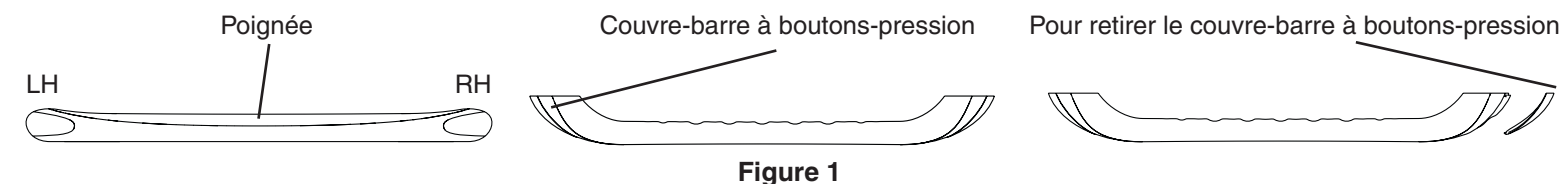

Figure 1
2. Déterminez l'endroit où vous voulez installer la barre d'appui. **Remarque: La poignée molle doit toujours faire face à la paume de la main (voir Figure 1).**
3. Retirez le couvre-barre à boutons-pression de la barre en tirant droit du côté (voir Figure 1). **Remarque: Les couvre-barres sont conçus pour un côté précis. Au dos de chaque couvre-barre il y a une indication: RH pour le côté droit ou LH pour le côté gauche.**